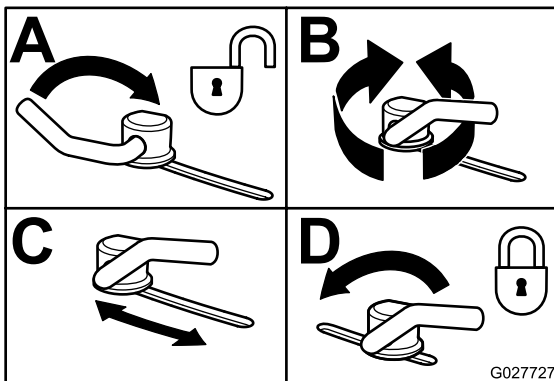

Figura 36
3. Para ajustar los bloqueos de leva, levante la palanca para aflojar el bloqueo de leva (Figura 36).
5. Devuelva la palanca a su posición original para apretar el deflector y los bloqueos de leva (Figura 36).